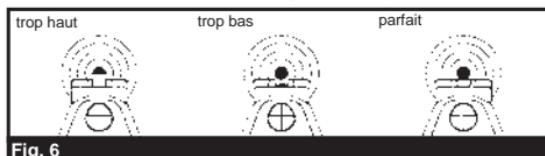

Fig. 6
- Vous vissez correctement avec votre pistolet à air lorsque la lame du guidon est exactement au centre du cran de mire. La partie supérieure de la lame du guidon devrait être égale à la partie supérieure de l'encoche du cran de mire. La cible devrait sembler reposer sur le dessus du guidon (**Fig. 6**).